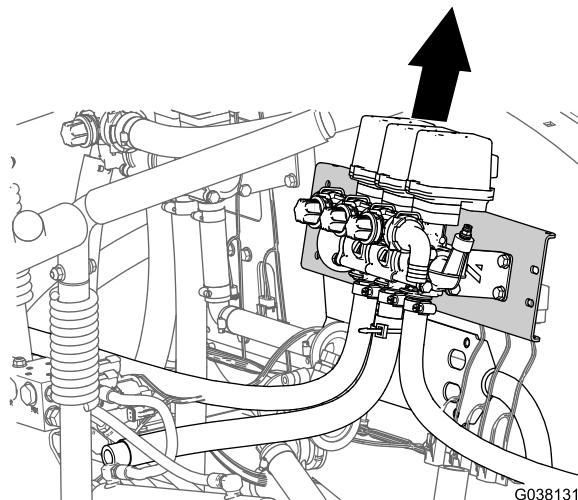

Figura 19
2. Sollevate le valvole di sezione delle barre, i flessibili di alimentazione e la staffa delle valvole di sezione dalla macchina (Figura 19).